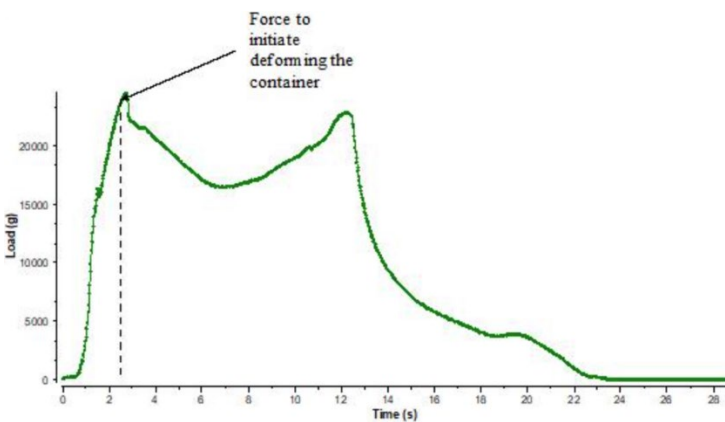

Figura 1
- Figura 1: El gráfico de Fuerza vs. Tiempo muestra la fuerza requerida para aplastar el contenedor.